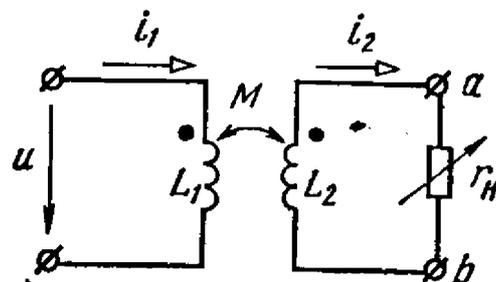

Рис. 5.7
5.7. Найти зависимость тока I_2 от сопротивления нагрузки r_n в цепи, выполненной по схеме рис. 5.7, если напряжение $U = 40$ В, сопротивления $x_1 = \omega L_1 = 16$ Ом, $x_2 = \omega L_2 = 20$ Ом и $x_M = \omega M = 12$ Ом.